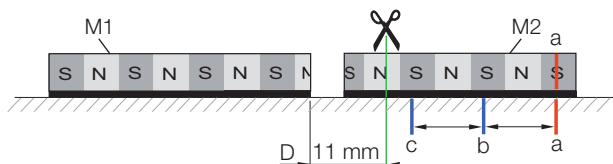

Fig. 4-12: Découpe à 11 mm
7. Découper la bande magnétique M2 de sorte que la distance D présente entre les deux bandes magnétiques s'élève à respectivement 11 et 21 mm (largeur 1 paire de pôle + 1 mm pour le positionnement fin). L'espace entre les deux extrémités de bande de mesure détermine l'emplacement de la découpe (Fig. 4-12).